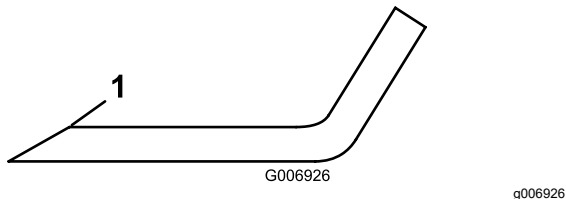

Figura 76
5. Inspeccione los filos de corte de todas las cuchillas. Afílelos si están romos o tienen mellas. Afíle únicamente la parte superior del filo y mantenga el ángulo de corte original para asegurar un afilado correcto (Figura 76).
6. Si está roto o tiene desperfectos, afíle únicamente el filo superior y mantenga el ángulo de corte original (Figura 76).